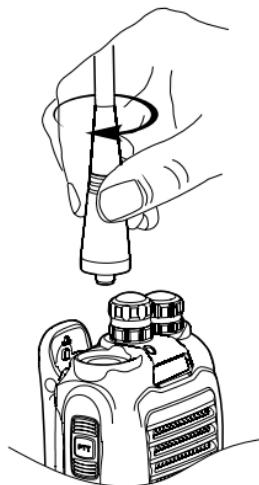

图5
- ① 将天线有螺纹端插入对讲机顶部大螺纹孔。
- ② 沿顺时针方向转动天线直至拧紧。(如图5所示)